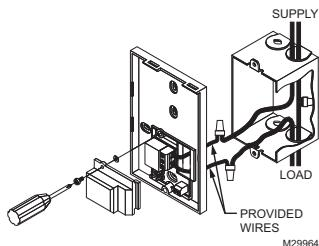

Fig. 2. Routing wires to thermostat.
4. Pass the wires through the opening to the right of the terminals. See Fig. 2. Secure the rear module to an electrical box or to the wall using the supplied wall anchors and screws.
- Faire passer les fil par l'ouverture à droite des bornes. Voir la Fig. 2. Fixer le module arrière au mur ou à une boîte électrique à l'aide des vis et des chevilles d'ancrage fournies.